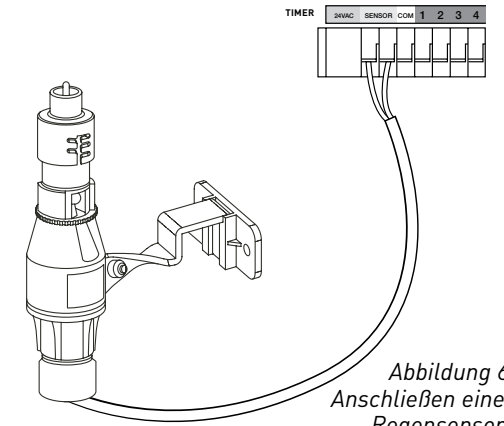

Abbildung 6:
- Schließen Sie die Drähte des Regensensors an die Drahtklemmenanschlüsse (gelb) mit der Bezeichnung „Sensor“ an (siehe Abbildung 6).